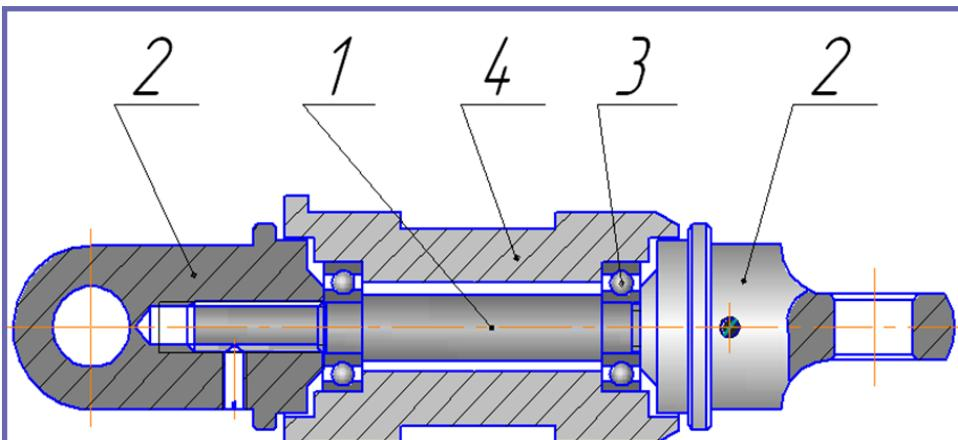

Рисунок 5.4
5.5.2. Вертлюг (рисунок 5.4) представляет собой шарнирное соединение, состоящее из оси 1, верхней и нижней серёг 2, корпуса 4 с установленными в нем двумя подшипниками 3.
8.3. Проверить при работе вертушки с вертлюгом отсутствие затираний в подшипниках вертлюга. Для этого корпус 4 (см. рисунок 5.4) привести рукой во вращение, при этом не должно наблюдаться затираний и резких торможений. При наличии их вертлюг следует разобрать в соответствии с п.10.2.4.